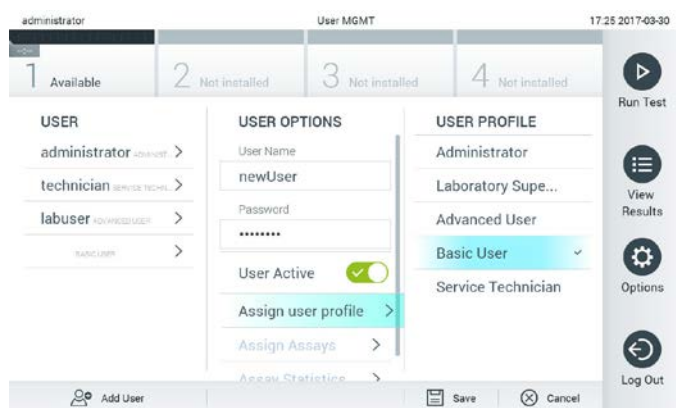

Figura 57. Asignación de un perfil de usuario a un usuario nuevo.
4. Pulse Assign User Profile (Asignar perfil de usuario) y asigne el perfil de usuario adecuado al usuario nuevo de la lista situada a la derecha de la zona de contenido (figura 57).